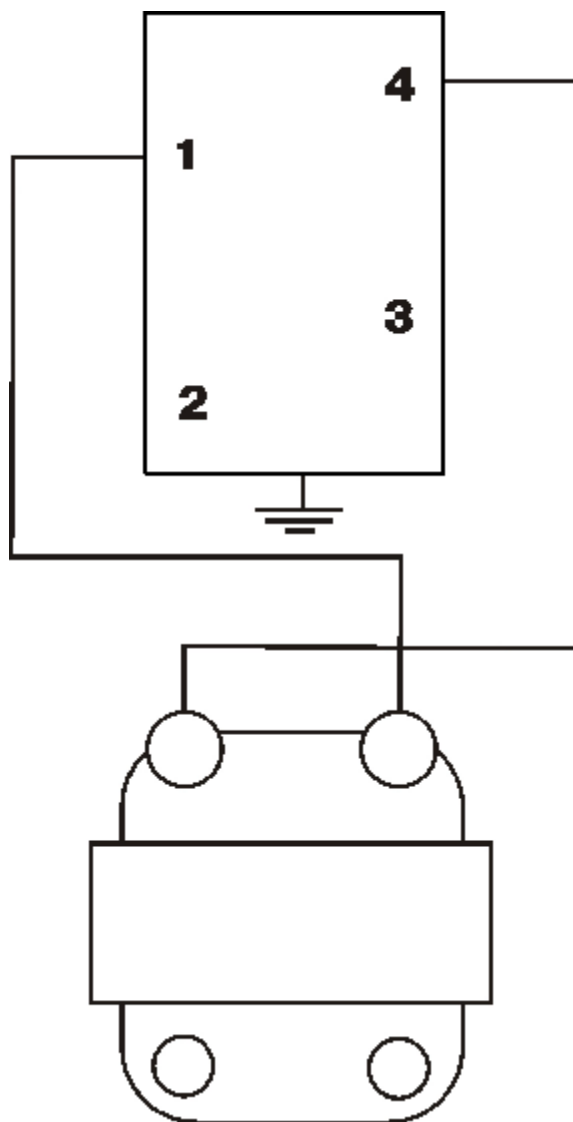

Рис.4
7. Поменять местами подключение высоковольтных проводов, согласно схеме рис.4: